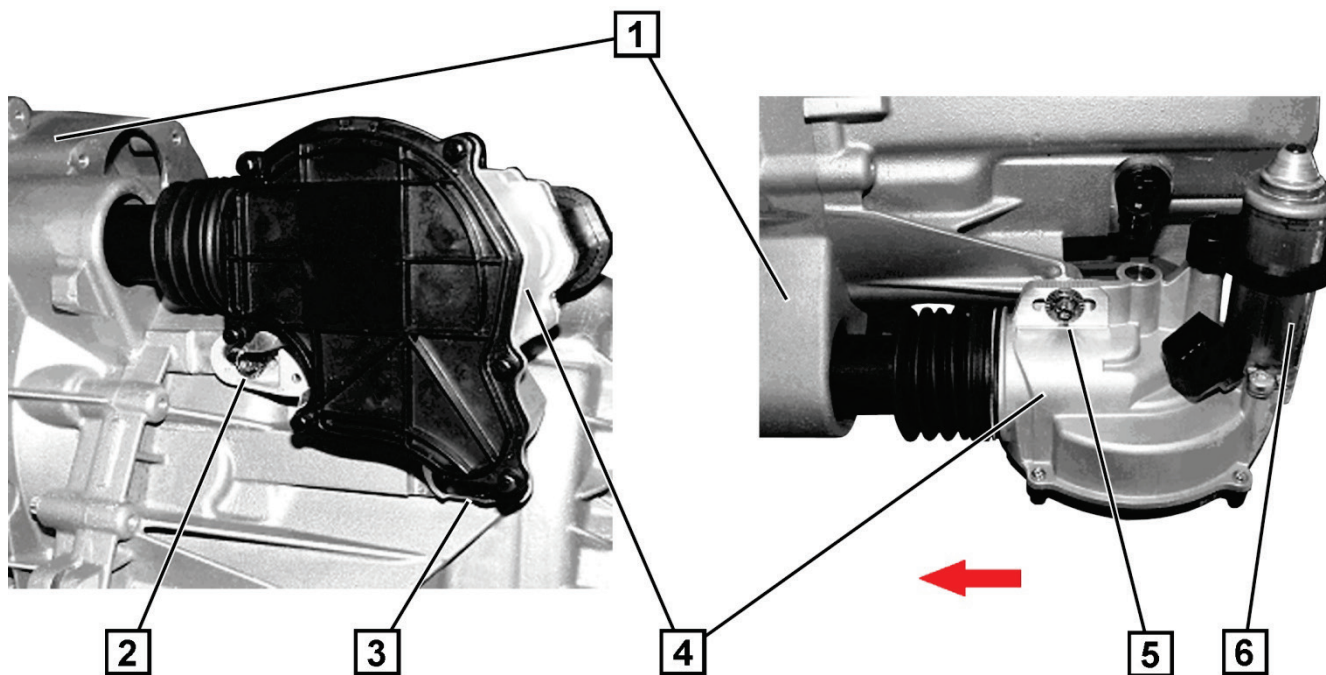

Bild 1: Kopplingsaktuator: smart fortwo (451) / smart forfour (454) / Mitsubishi Colt VI (Z_)
1. Placera kopplingsaktuatorn (5) i kopplingsklockan (3) så att stöten ligger säkert mot stöthållaren på kopplingsarmen.
3. Tryck kopplingsaktuatorn 3 markeringar på skalan (± 6 mm) i pilens riktning (bild 1).